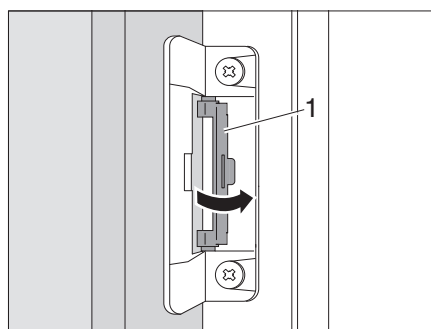

Bild 110 Arretierung in Ausgangslage zurück drehen
- Arretierung (Bild 110,1) in Ausgangslage zurück drehen.